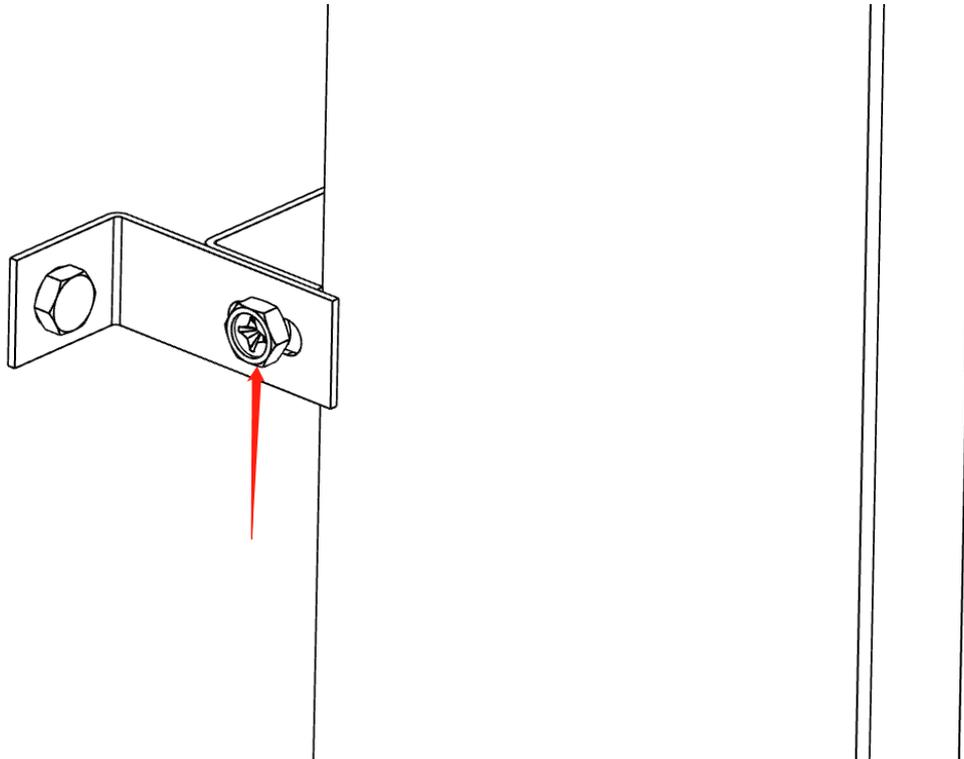

Abbildung 5-6
- d) Fixieren Sie die linke und rechte Schraube auf der richtigen Position, damit die Batterie senkrecht zum Boden steht (siehe Abbildung 5-6).